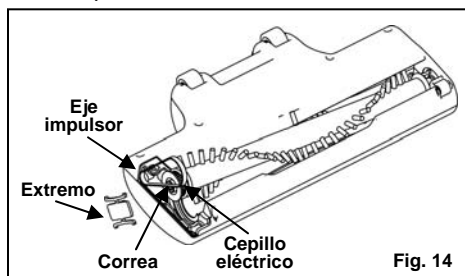

Fig. 14
4. Levante el extremo de la barra del cepillo y saque el extremo. (Fig. 14)
6. Deslice un extremo de la correa nueva alrededor del eje impulsor y el otro extremo alrededor del cepillo eléctrico. (Fig. 14)